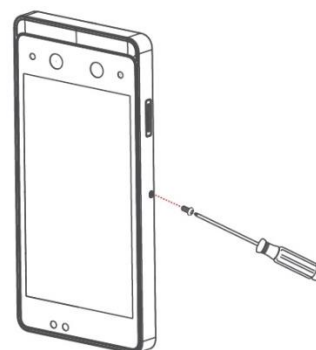

Рисунок 3.5
- 4) Используйте крепёжный винт, чтобы закрепить устройство на задней панели (рис. 3.5).